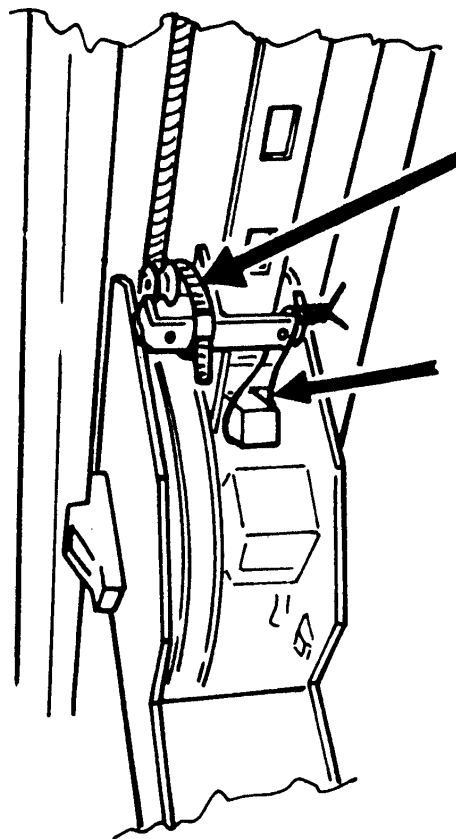

Fig. 29
- legare il paracadute e i martelletti in posizione di disimpegno (Fig.29);
- Tie down the safety locks and catches in the released position (Fig.29).
- Die Auffangvorrichtung und die Klinken in der gelösten Position (Abb. 29) festbinden;
- lier le parachute et les taquets en position de repos (Fig.29);
- Atar el paracaídas y las palancas giratorias en posición de desempeño (Fig.29);